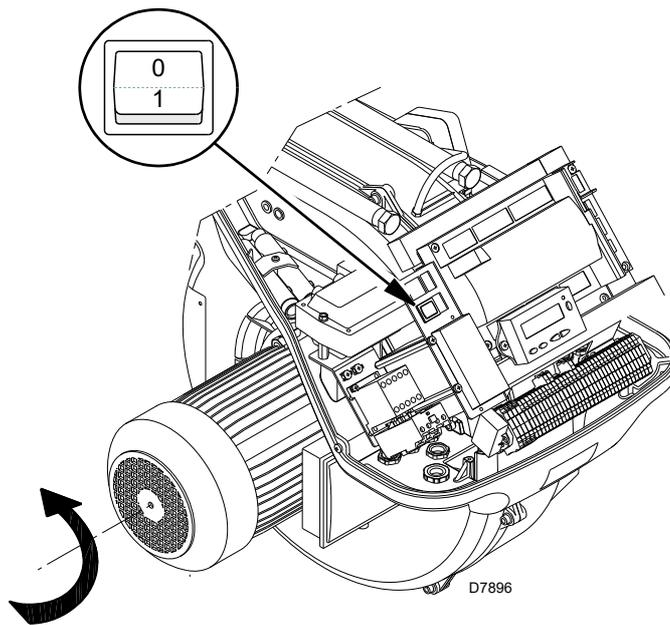

Fig. 30
Cerrar los termostatos/presostatos y poner el interruptor de la Fig. 30 en la posición "1".
Inmediatamente después del arranque del quemador posicionarse de frente al ventilador de refrigeración del motor ventilador y controlar que el mismo gire en sentido contrario a las agujas del reloj. Véase la Fig. 30. Si esto no ocurriese:
- colocar el interruptor de la Fig. 30 en la posición "0" y esperar que la caja de control ejecute la fase de apagado;
El quemador está en estado de espera de solicitud de calor o el selector "0-1" de la (Fig. 30 a pág. 34) está en la posición "0".